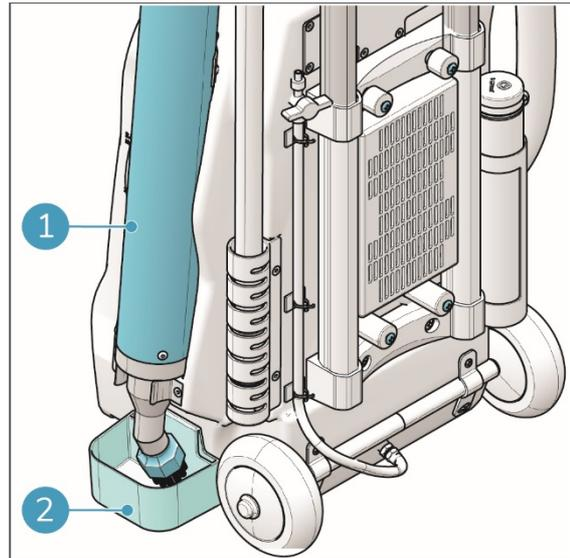

Figura 21
2. Fixe o tabuleiro de gotejamento (figura 21, posição 2) à máquina.
3. Coloque a lança (figura 21, posição 1) no suporte.